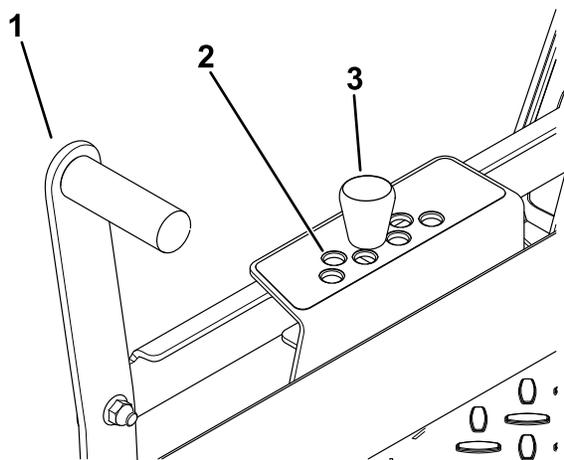

Figura 23
2. Para ajustar la altura de corte, retire el pasador del soporte de altura de corte (Figura 23).
3. Seleccione el taladro del sistema de altura de corte que corresponde a la altura de corte deseada, e inserte el pasador (Figura 23).